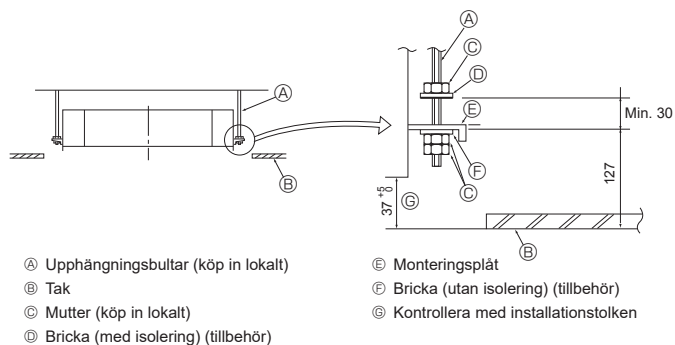

Fig. 4-5
4.5. Upphängning av enheten (Fig. 4-5)